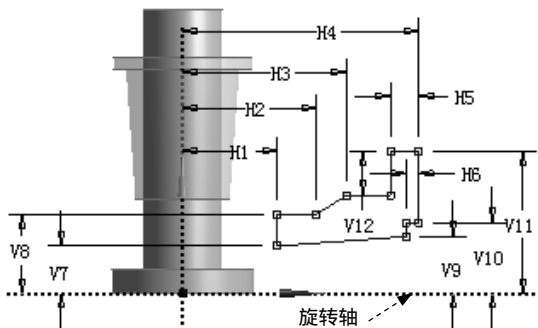

图 3.13.24 草图 5
(1) 绘制图 3.13.24 所示的草图 5。选取 YZPlane 平面为草图平面，单击“New Sketch”按钮 ，绘制图 3.13.24 所示的截面草图，其中 $H_1=60$ ， $H_2=85$ ， $H_3=104$ ， $H_4=150$ ， $H_5=18$ ， $H_6=8$ ， $V_7=30$ ， $V_8=50$ ， $V_9=36$ ， $V_{10}=45$ ， $V_{11}=90$ ， $V_{12}=28$ 。